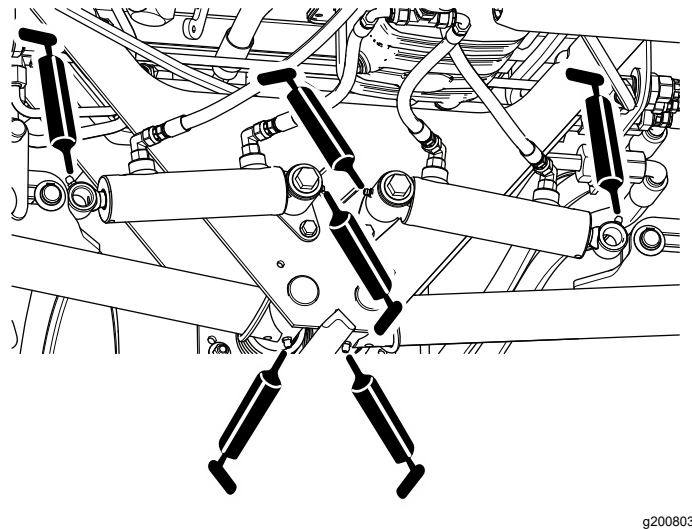

Figura 43
- Pivotes y cilindros de elevación de los brazos de elevación traseros (3 en cada lado); consulte Figura 43.